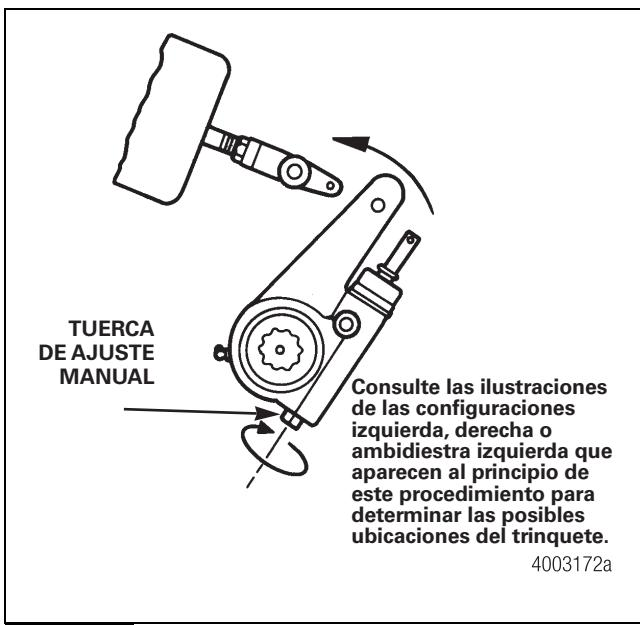

Figura 5.2
3. Gire la tuerca de ajuste manual del ajustador de freno hacia la DERECHA para alinear los orificios del ajustador de freno con los orificios de la horquilla del vástagos. Figura 5.2.